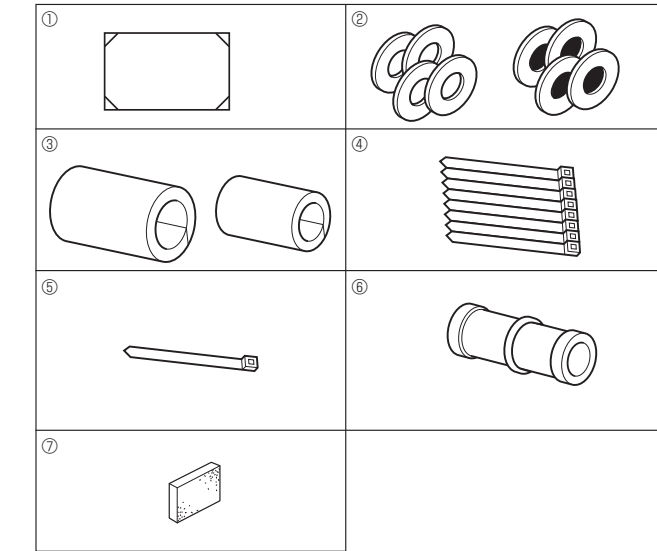

Fig. 2-1
2.1. อุปกรณ์ของเครื่องภายใน (Fig. 2-1)